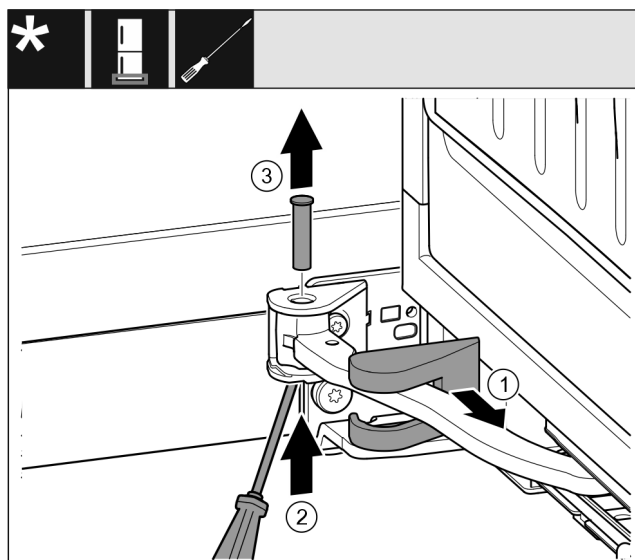

Fig. 19
- Снимите крышку опорного кронштейна Fig. 19 (1) и переместите вдоль шарнира.
- Отверткой приподнимите палец Fig. 19 (2) снизу.
- Извлеките палец Fig. 19 (3) сверху.